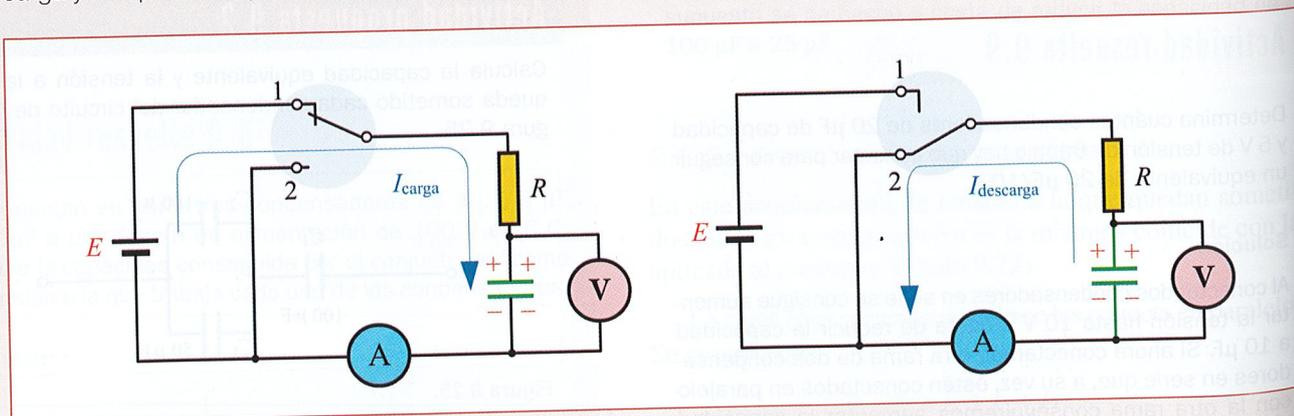

Figura 9.27. Carga y descarga de un condensador.
9.2. Carga y descarga de un condensador. Conecta un condensador de gran capacidad con una resistencia en serie, tal como se indica en el circuito de la Figura 9.27, y mediante un voltímetro y un amperímetro comprueba cómo evolucionan la tensión y la corriente en el proceso de carga y descarga del condensador. Calcula el valor teórico de la constante de carga y comprueba experimentalmente si se cumple dicha relación.